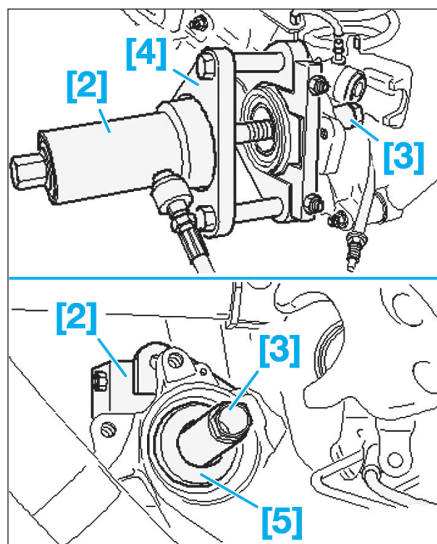

Fig. 37
- Mettre en place le palier d'appui [4], le cylindre à piston creux [2] avec le pivot tirant et l'écrou spécial [3] et le poussoir [5] en orientant le collet vers le roulement (Fig.37).